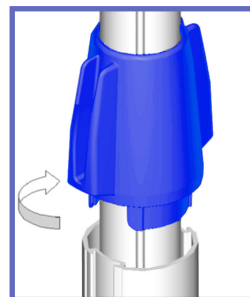

Fig. 46
16) Desserrer le poteau en faisant tourner la poignée comme illustré à la Fig. 46 :